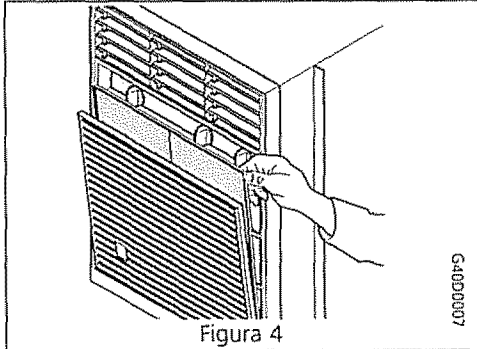

Figura 4
- En los modelos con cajas deslizables, presione hacia abajo la parte superior del panel delantero. Suavemente tire la parte superior del panel hacia afuera del gabinete. Tire el filtro derecho hacia arriba y hacia afuera (Figura 4).